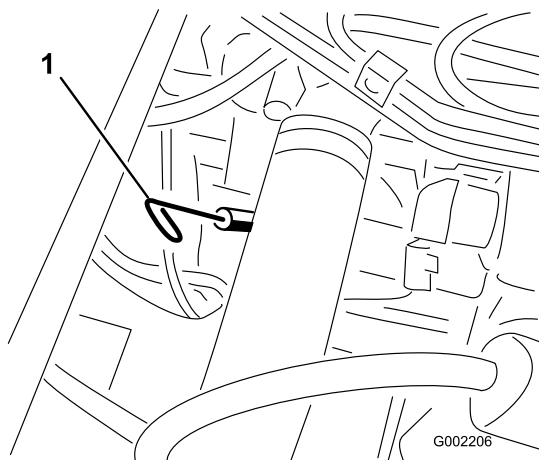

図 18
2. 助手席の下にあるディップスティックを抜きウェスで一度きれいに拭く(図 18)。